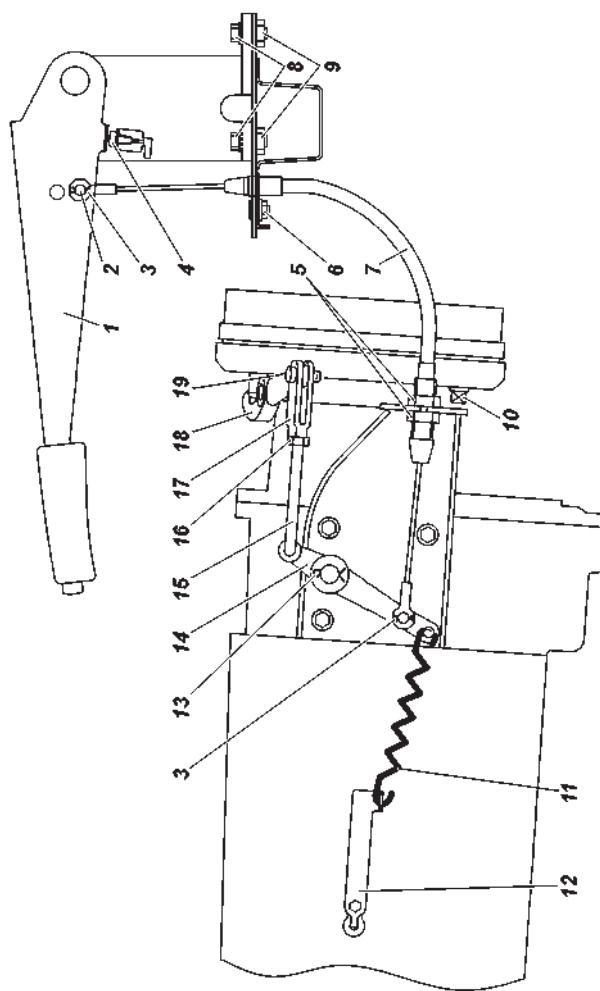

Рис. 9.30. Привод стояночного тормоза трансмиссионный:
**Трансмиссионный стояночный тормоз**, действующий на трансмиссию (рис. 9.30).
2. Переместите рычаг стояночного тормоза 1 (рис. 9.30) в крайнее нижнее положение.